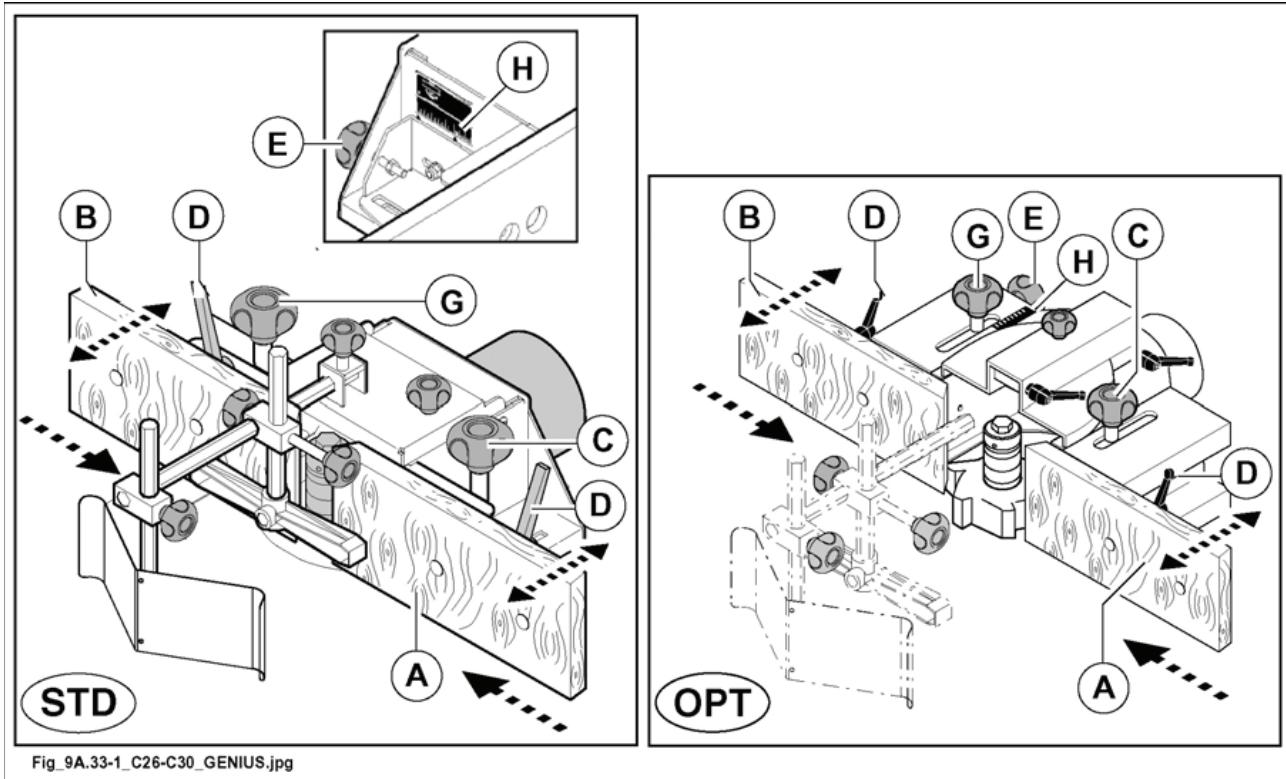

Рис. 9.33-1
Совместная регулировка направляющих линеек А и В (рис. 9.33-1).
- Отрегулировать положение направляющей линейки А (рис. 9.33-1) ручкой Е (рис. 9.33-1), предварительно ослабив фиксатор С (рис. 9.33-1).
- Отрегулировать положение направляющей линейки В (рис. 9.33-1) ручкой Е (рис. 9.33-1), предварительно ослабив фиксатор Г (рис. 9.33-1).
- Линейки А и В (рис. 9.33-1) следует расположить как можно ближе к инструменту (примерно в 2-3 мм). Для выполнения данной регулировки использовать рукоятки D (рис. 9.33-1), расположенные с задней стороны линеек.
*Расстояние между плоскостями направляющих линеек считывается по шкале Н (рис. 9.33-1). Когда указатель расположен напротив отметки "0", направляющие линейки находятся в одной плоскости.*
- После завершения регулировки затянуть барабанковые винты С и Г (рис. 9.33-1).